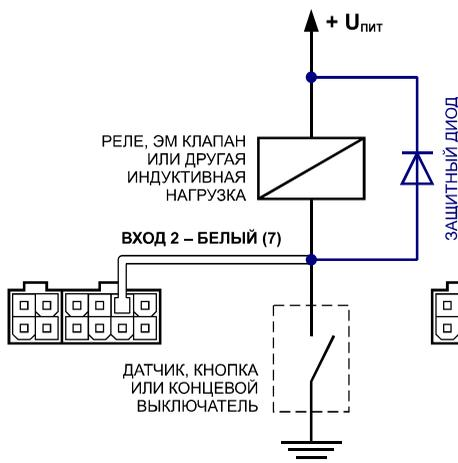

Рисунок 1.
1. **Защитный диод** (рис. 1) – устанавливается параллельно индуктивной нагрузке. При этом, прямой ток защитного диода ( $I_{\text{диода прямой}}$ ) должен быть не менее  $1.5 \cdot I_{\text{удержания катушки}}$ . Если ток удержания катушки неизвестен или есть сомнения, следует использовать схему включения с защитным реле.